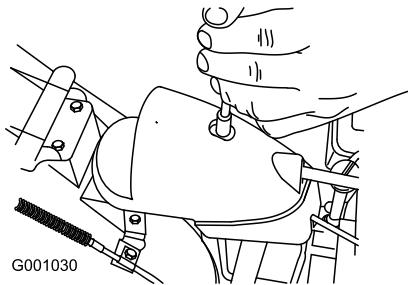

Рисунок 54
1. Снимите крепежные детали на крышки редуктора (Рисунок 54), поднимите переднюю часть крышки и сдвиньте ее дальше назад.